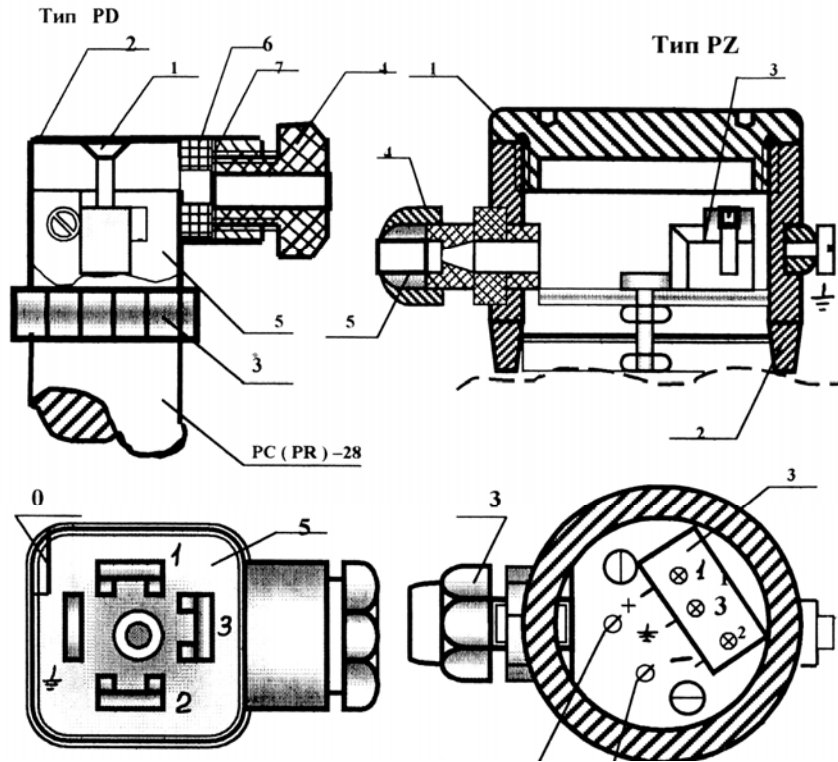

Рисунок 4 - Внешний вид электрических соединений
8.7 Для электрического присоединения с разъёмом типа PZ (штепсельный разъём) (см. рисунок 4) необходимо:
8.9 Для электрического присоединения с разъёмом типа PD (штепсельный разъём) (см. рисунок 4) необходимо: